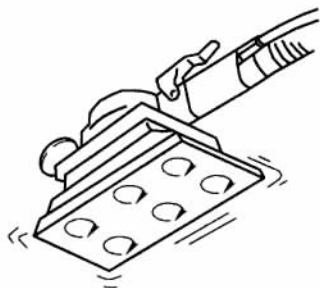

图 3-21 轨道式打磨机
② 轨道式打磨机。轨道式打磨机的砂垫外形都呈矩形,便于在工件表面上沿直线轨迹移动,整个砂垫以小圆圈振动,此类打磨机主要用于原子灰的打磨(图 3-21)。这类打磨机可以根据工件表面情况采用各种尺寸的砂垫,以提高工作效率,轨迹直径亦可改变。